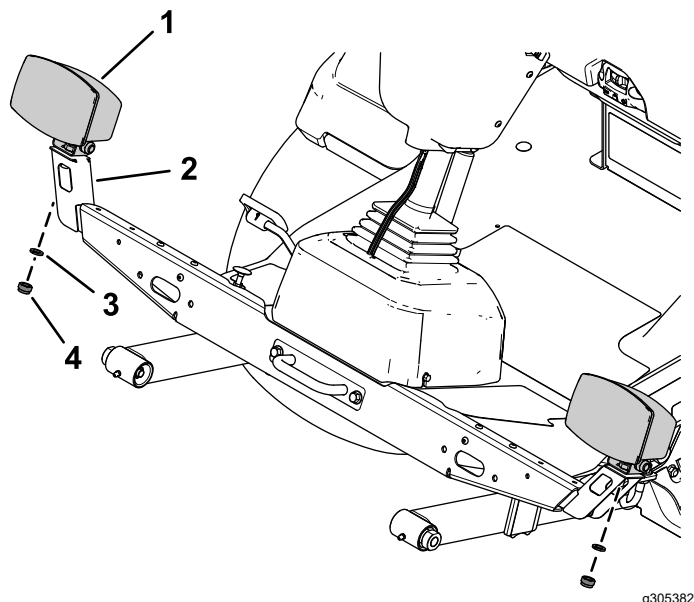

Figure 20
4. Fixez les feux gauche et droit sur les supports gauche et droit à l'aide de la rondelle frein et de l'écrou hexagonal de chaque feu (**Figure 20**).